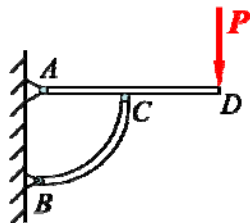

图 1
1. 图 1 所示结构，试画出杆件 AD、BC 和整个杆系的受力图，各杆件的自重不计（不能用两个垂直分力表示固定铰支的约束力）。